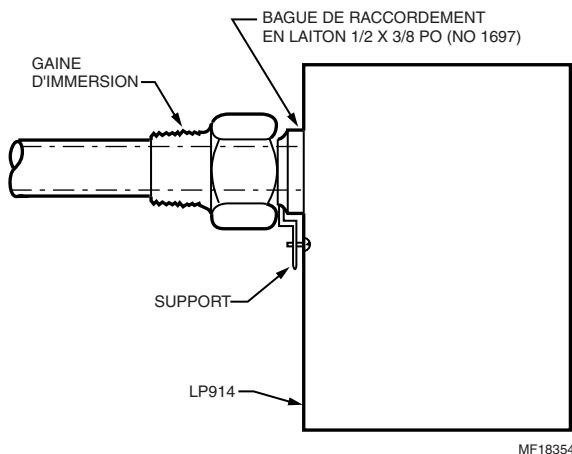

Fig. 6. LP914A monté dans une gaine d'immersion LP902 existante.
4. Monter le LP914A. Voir la Fig. 6.
2. Percer les trous pour les vis à tôle n° 10. Voir la Fig. 6.